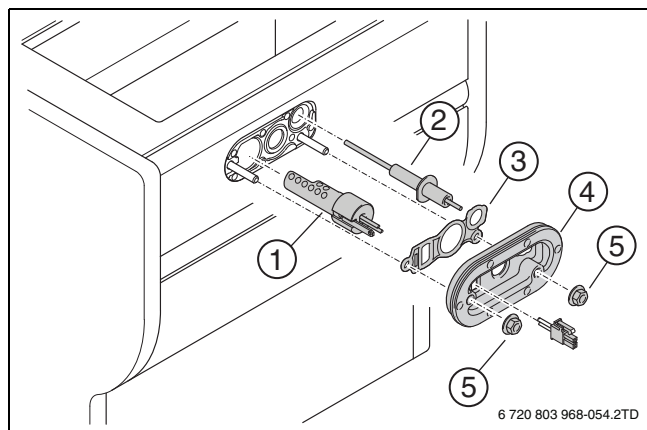

Рис. 64 Замена запального устройства
- Каждые 4 года заменяйте уплотнение (→ рис. 64, [3]) и крышку с уплотнением (→ рис. 64, [4]).